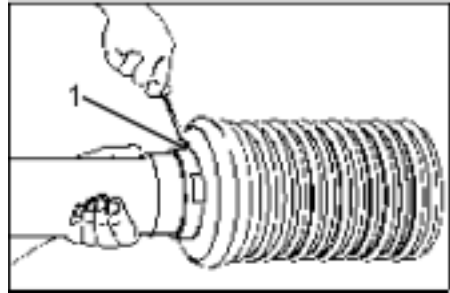

Fig. 8
- Arretierungsschraube (Fig. 8/1) heraus-schrauben.